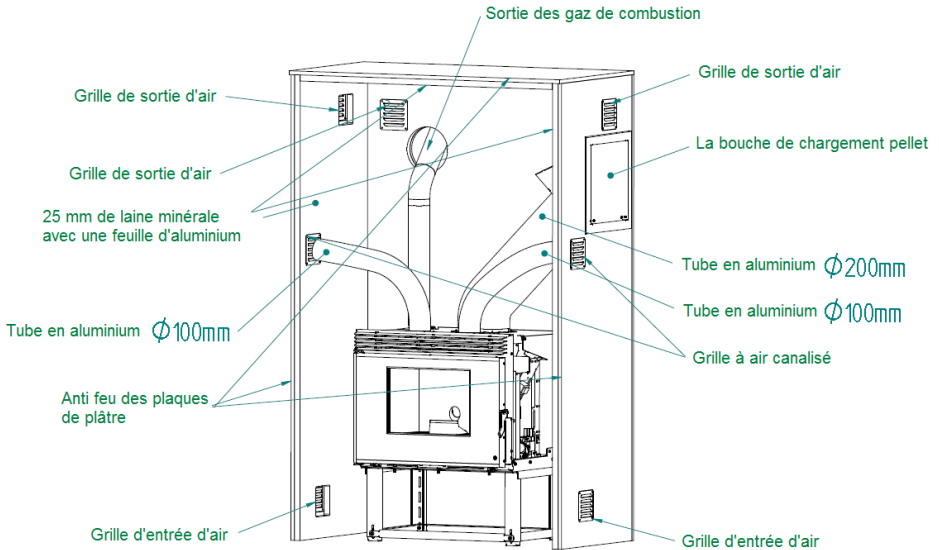

Figure 19 - Schéma d'installation d'un insert WIND avec air canalisé
- Dans l'exemple d'installation, Figure 19, on peut voir que les tuyaux sont placés pour canaliser de l'air chaud dans la pièce où l'insert est installé, mais ils pourraient être installés pour amener de l'air chaud dans des pièces voisines. La longueur maximale des tuyaux sans ajout d'un ventilateur est de l'ordre de 3-4m.